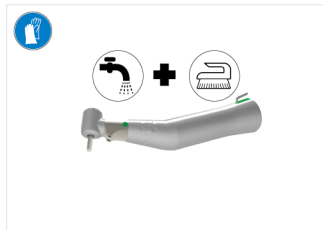

FIG. 4
1. Limpe o exterior e o interior do dispositivo com água da torneira a 15 °C- 38 °C (59 °F- 100 °F) desde que a água da torneira local tenha um pH situado entre os 6,5 - 8,5 e um teor de cloro inferior a 100 mg/l. Se a água da rede local não cumprir estes requisitos, utilize água desmineralizada (desionizada). (FIG. 4)